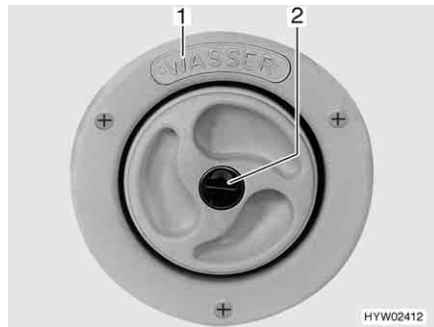
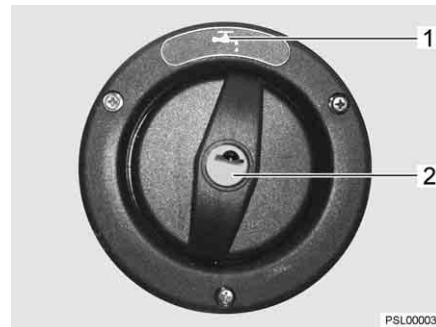

Bild 34 Lock för påfyllningsöppningen för dricksvatten
Bild 35 Lock för påfyllningsöppningen för dricksvatten (alternative)
- ▷ Påfyllningsöppningen för dricksvatten är märkt med texten "WASSER" (vatten) (Bild 34,1) eller med symbolen "☕" (Bild 35,1).
- Stick in nyckeln i låscylindern (Bild 34,2 resp. Bild 35,2) och vrid moturs.